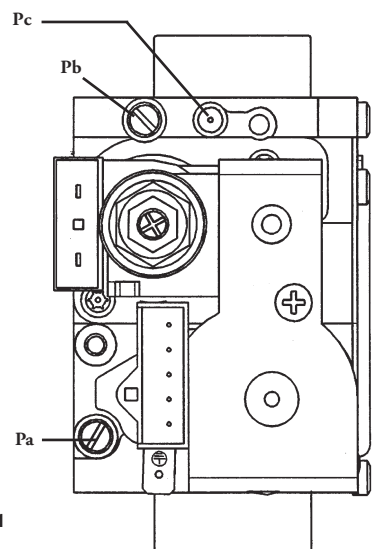

Figura 11
El Servicio de Asistencia Técnica autorizado puede realizar la transformación de la caldera para el uso con gas metano (G20) o gas líquido (G31). Las modalidades de calibrado del regulador de presión varían ligeramente según el tipo de válvula del gas utilizada (HONEYWELL o SIT véase la figura 11).
- conectar la toma de presión positiva de un manómetro diferencial, posiblemente de agua, a la toma de presión (**Pb**) de la válvula del gas (Figura 11). Conectar, sólo para los modelos con cámara estanca, la toma negativa del mismo manómetro a un especial "T" que permita conectar entre ellos la toma de compensación de la caldera, la toma de compensación de la válvula del gas (**Pc**) y el manómetro mismo. (Se puede efectuar una medición equivalente conectando el manómetro a la toma de presión (**Pb**) y sin el panel frontal de la cámara estanca).
- controlar que la presión dinámica de alimentación de la caldera, medida en la toma de presión (**Pa**) de la válvula del gas (Figura 11), sea correcta (37 mbares para el gas propano o 20 mbares para el gas metano).